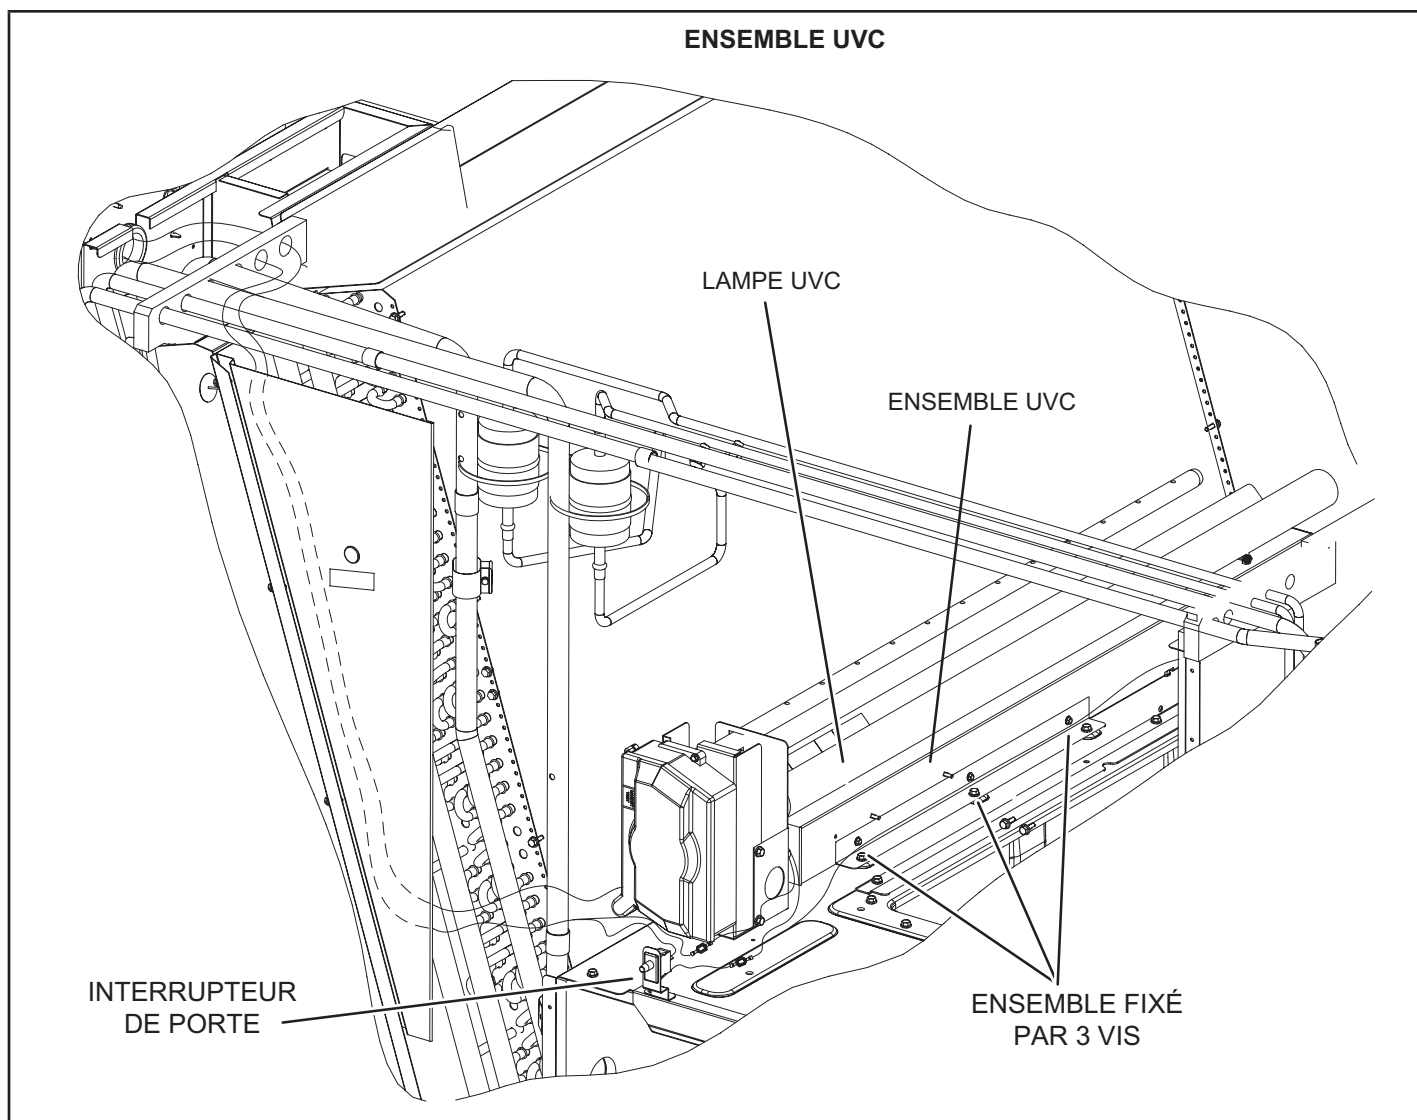

FIGURE 39
Lorsque la lampe UVC est installée en usine, elle est expédiée dans de la mousse. La lampe est fixée à l'ensemble UVC sur le support du ventilateur. Voir FIGURE 39. Retirer la lampe et l'installer dans le dispositif pour lampe UVC en suivant les étapes 2 à 11.
- 5 - Retirer et conserver les 3 vis qui fixent l'ensemble UVC. Sortir délicatement l'ensemble UVC en le faisant glisser par la porte d'accès au ventilateur. Voir FIGURE 39.
- 8 - Placer délicatement l'ensemble UVC sur le support du ventilateur. Aligner les trous de fixation de l'ensemble UVC sur les trous de fixation du support du ventilateur. Voir FIGURE 39. Utiliser les vis fournies pour fixer l'ensemble UVC.